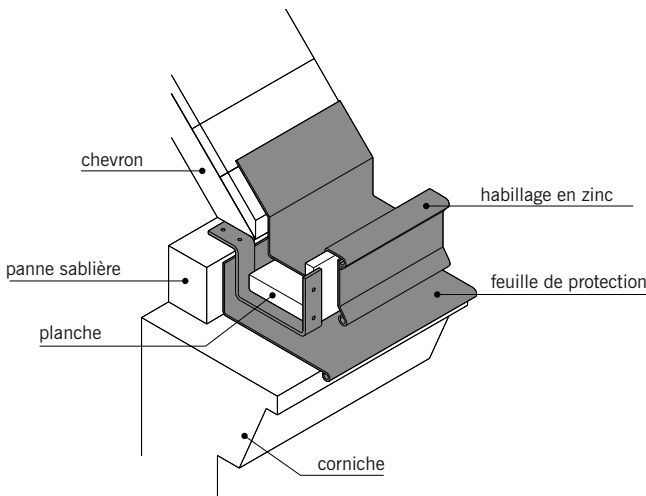

**fig. 7.57**
- La **gouttière havraise** ne diffère de la précédente que par son profil arrondi (fig.7.57).